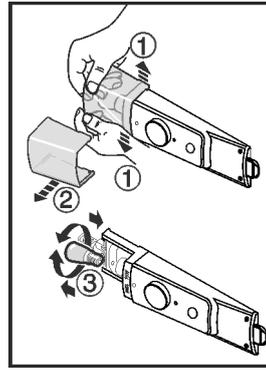

Fig. 12
- ▶ Lampeabdeckung nach Abbildung, innen, im vorderen Bereich auseinanderdrücken Fig. 12 (1) und zur Seite abziehen Fig. 12 (2).
- ▶ Die Lampe auswechseln. Fig. 12 (3)